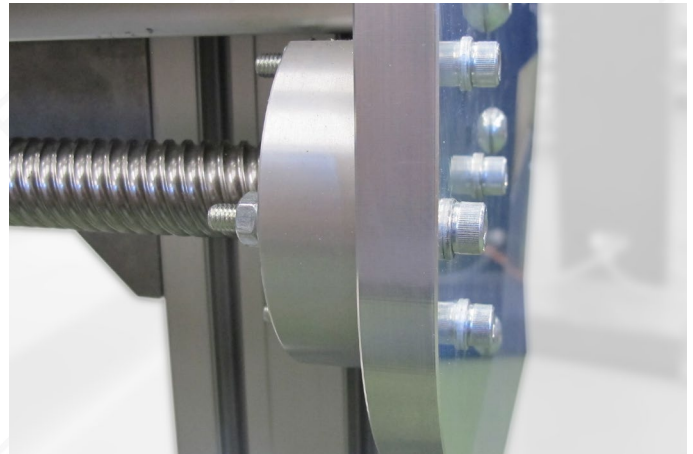

Bild 1: Loslager einer außenliegenden Spindel
- Verwenden Sie zur Verschraubung jeweils vier Zylinderkopschrauben M6 x 60 (Festlagerseite) bzw. M6 x 45 (Loslager) mit Scheiben und Muttern. Siehe Bild 1 bis 4.